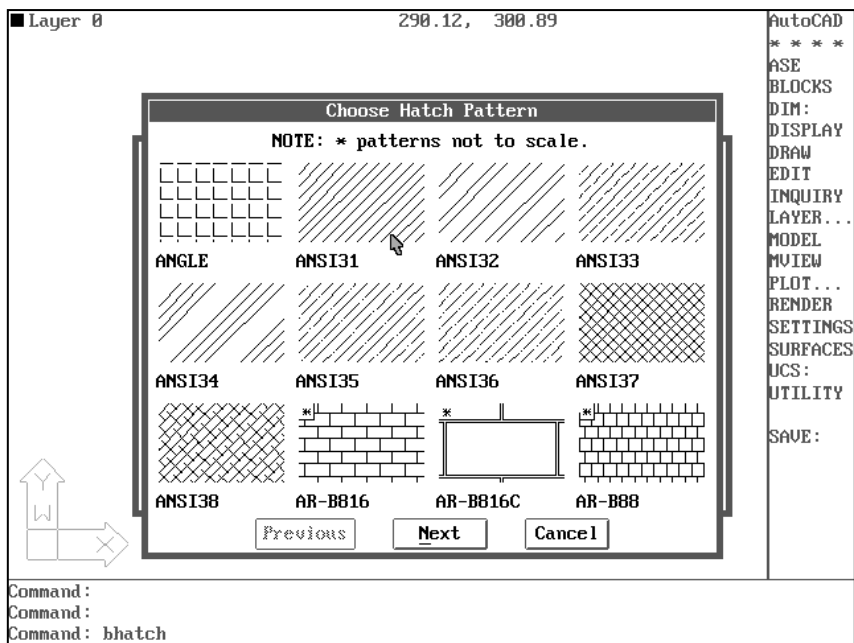

Fig. 6.3c. Specificarea modelului de hașură
Modelele de hașură indică, într-un desen, diverse tipuri de materiale. AutoCAD-ul dispune de o bibliotecă standard de hașuri, ce include 53 de modele definite în fișierul ”**acad.pat**”, câteva dintre acestea fiind prezentate în fig. 6.3c. În
– pentru utilizarea unui model de hașură predefinit se va răspunde cu numele acestuia (vezi fig. 6.3c), urmat apoi de un factor de scalare și unghiul de rotație dorit;